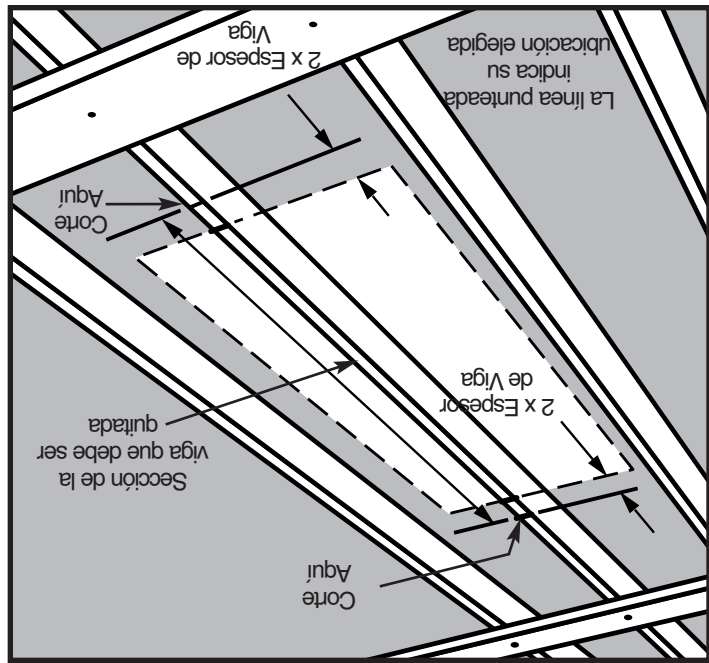
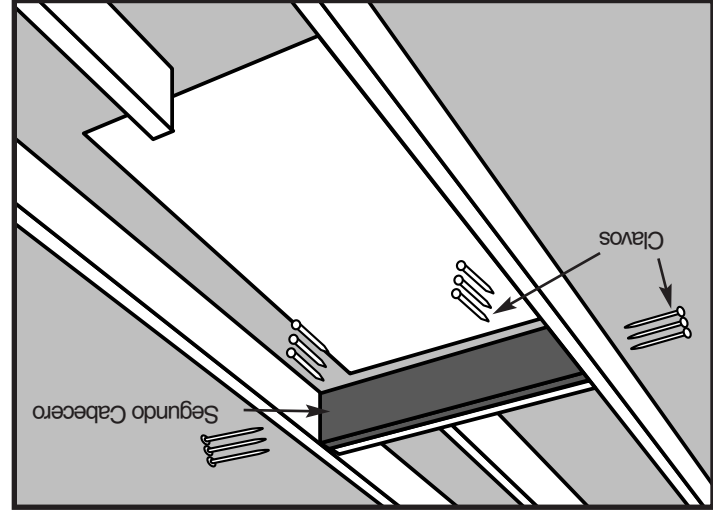

Figura 10
Figura 16
Figura 10 muestra dónde marcar la viga(s) que atraviesa su ubicación elegida. Observe que la viga(s) debe marcarse detrás del borde de su ubicación a una distancia de 2 veces el espesor de la viga (usualmente 3 pulgadas). Esto deja espacio para colocar dos cabeceros del tamaño de viga contra cada extremo de la viga(s) cortada. Véase la Figura 16 en la página 27.
- PASO 6.** Coloque un segundo cabecero contra el primer cabecero y clávelo al primer cabecero con 3 clavos entre cada viga (Véase la Figura 16).
- PASO 7.** Clave 3 clavos a través de las vigas dentro de cada extremo del segundo cabecero (Véase la Figura 16).